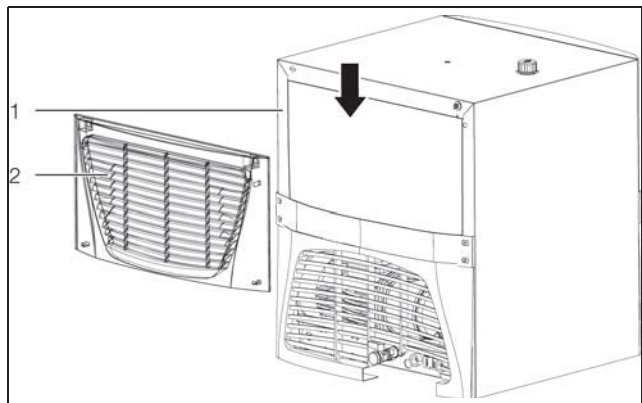

Imagen 49: Montar la estera filtrante (3320.600 y 3334.600)
- Extraiga la rejilla superior e inferior (imagen 49, pos. 1) de la parte posterior del chiller con cuidado de la caja.
- Introduzca la estera filtrante (imagen 49, pos. 2) (Ref. 3286.520) por la parte superior en el chiller.